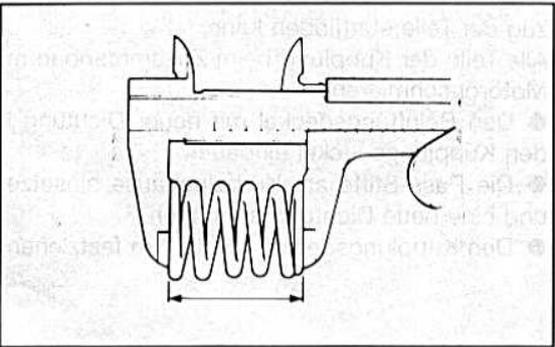

Bild 190
- Die ungespannte Länge der Kupplungsdruckfeder mit Schiebelehre ausmessen (Bild 190).